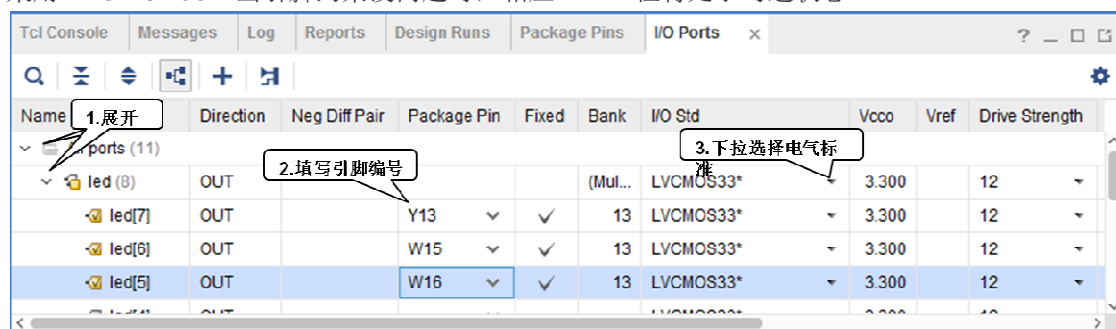

图 A4.42 引脚约束之二
②如图 A4.42 所示，在 I/O ports 页面，展开引脚。对于每个输入或输出引脚，在 Package Pins 栏填写或选择对应引脚编号；并在 I/O std 栏下拉选择引脚的电气标准，引脚的电气标准常采用 LVCMOS33。当引脚约束没问题时，相应 Fixed 栏将处于勾选状态。